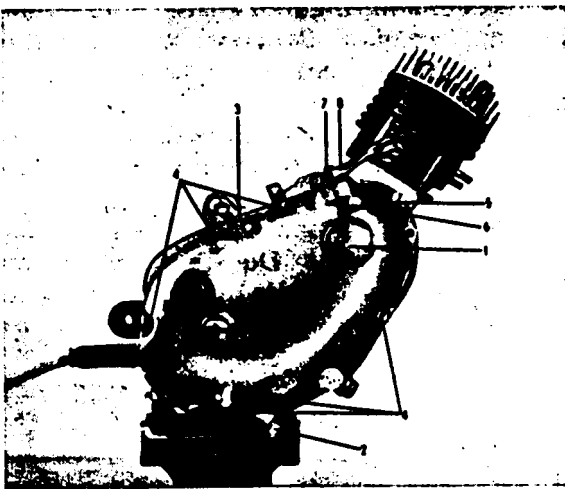
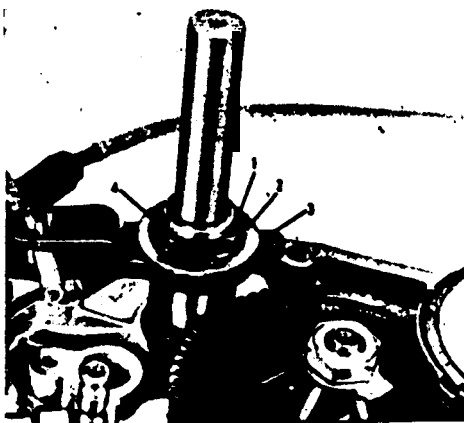

Fig. 33. Montage koppelingsdeksel
Fig. 34. Montage remmechanisme
- 2 Indien gedemonteerd geweest, de koppelingsas (fig. 33/7) in het koppelingsdeksel plaatsen en borgbout (fig. 33/6) indraaien. Zorgen dat de diverse ringen en de veer goed op hun plaats liggen (zie ook demontage koppelingsdeksel , punt 4).
- 3 Remhevel (fig. 34/3) met de kabel naar binnen trekken en de remhevel over de remmeenemer (fig. 34/4) plaatsen en wel zo, dat de nagenoeg vlakke kant van de remhevel naar het tandwiel ligt en de oplopende zijde hier juist van verwijderd is. Vervolgens de grote opvulring (fig. 34/2) opleggen en de springveer (fig. 34/1) op de meenemer in zijn hiervoor bestemde groef plaatsen. Ten slotte de trapasvulring, maat 26/16,2/1, over de trapas leggen. Nu kan het koppelingsdeksel geplaatst worden. Eerst het trapaslager oliën. Dan het deksel over de trapas heen tillen, trapas door zijn lager steken en het deksel op zijn plaats laten zakken. Meestal zal blijken dat het deksel niet geheel op het carter wil aansluiten. Dan geen geweld gebruiken, maar de remkabel weer naar buiten trekken, waarna het deksel zonder moeite aangedrukt kan worden. Ten slotte de zeven bouten, waarvan dus zes stuks M6x30 (fig.33/4) en een M6x35 (fig. 33/5), monteren. De langste dus vooraan ter hoogte van de cylindervoet. Ook deze bouten vanuit het midden kruislings aandraaien. Als laatste de aftapbout met fiberring indraaien. Deze zit bij de VS50L (2 versn.) modellen horizontaal en bij de (3 versn.) modellen VS50D, verticaal ingeschroefd.
- 4 Fiberring op de dopmoer van de versnellingsborg (fig. 33/2) plaatsen en de borg op zijn plaats aanbrengen. Centreerbout (fig. 33/1) van fiberring voorzien en indraaien. Vooraf controleren of de trekbout met de stelmoer, in het midden van de boring voor de centreerbout staat, zo niet, dan deze zo verdraaien dat dit wel het geval is, ook als de ontkoppelingsas tegen de stelmoer staat aangehouden.
Om de centreerbout makkelijk in te kunnen schroeven, de koppelingshevel (fig. 33/8) iets aantrekken. De hevel moet een vrije slag van minstens 10 mm hebben. Is dit niet het geval, dan de borgdraad uit de stelmoer verwijderen en de moer, al naar gelang nodig is, hoger of lager draaien.